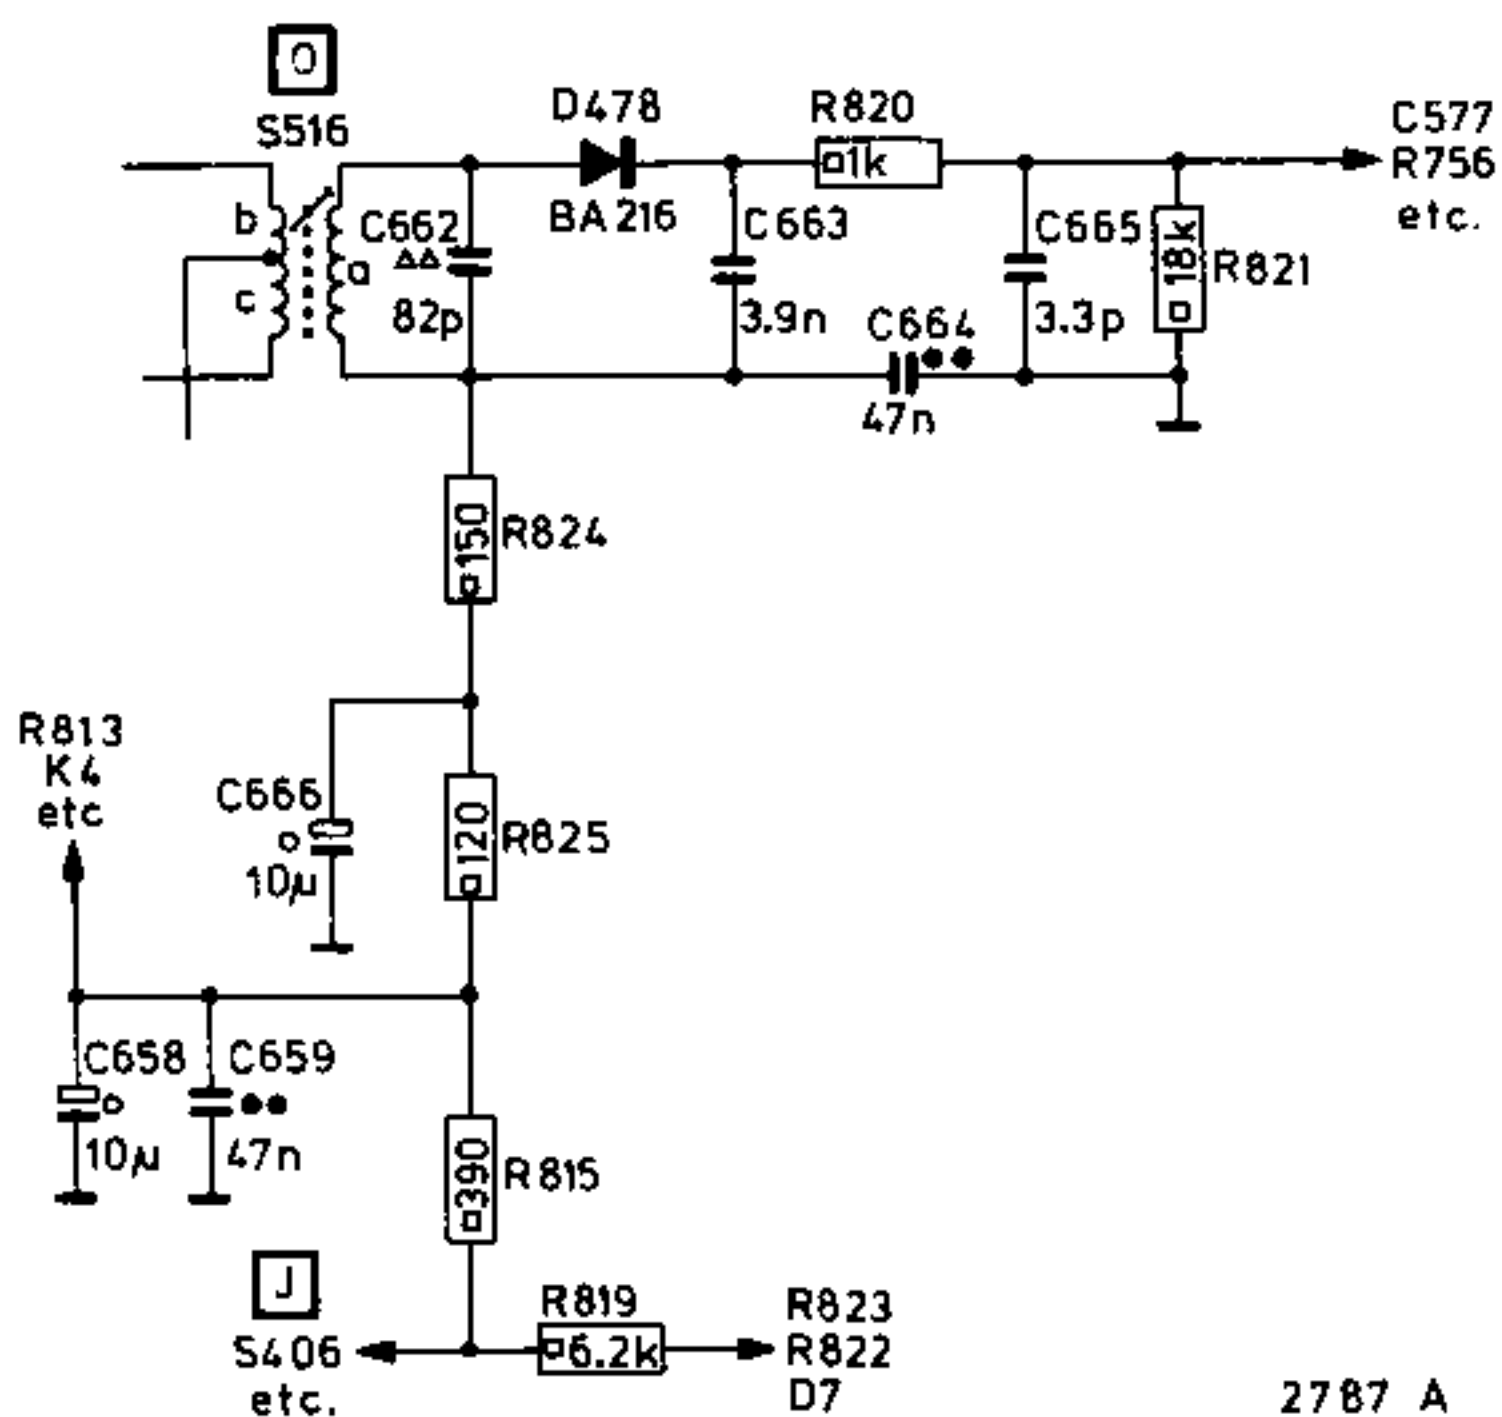

Fig. 1
6. Om een juiste damping van de indicator bij AM ontvangst te verkrijgen zijn R825 (120 Ω $\square$) en C666 (10 μ F $\bigcirc$) toegevoegd en is de waarde van R824 gewijzigd naar 150 Ω $\square$ (fig.1).
6. Pour obtenir l'amortissement correct de l'indicateur à la réception AM R825 (120 Ω $\square$) et C666 (10 μ Fo) sont ajoutés et la valeur de R824 est modifiée à 150 Ω $\square$ (fig.1).
6. Um eine richtige Dämpfung des Indikators bei AM-Empfang zustandezubringen, sind R825 (120 Ω □) und C666 (10 μ F ○) hinzugefügt worden und ist R824 durch R824 (150 Ω □) ersetzt worden (Abb.1) .
Modified: S500, C549 and flat cable, which are substituted by S499 (5322 158 10333) See Fig.1.
Hiervoor in de plaats komt S499 (5322 158 10333) Zie fig. 1.
A sa place il est monté une bobine S499 (5322 158 10333). Voir fig. 1.